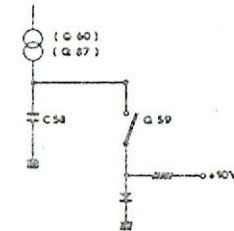

Fig. 9 : Générateur de rampe.
2.2 - un générateur à courant constant (Q 60 PNP, Q 87 NPN, C. 58). Le transistor Q 59 joue le rôle d'interrupteur (fig. 9).